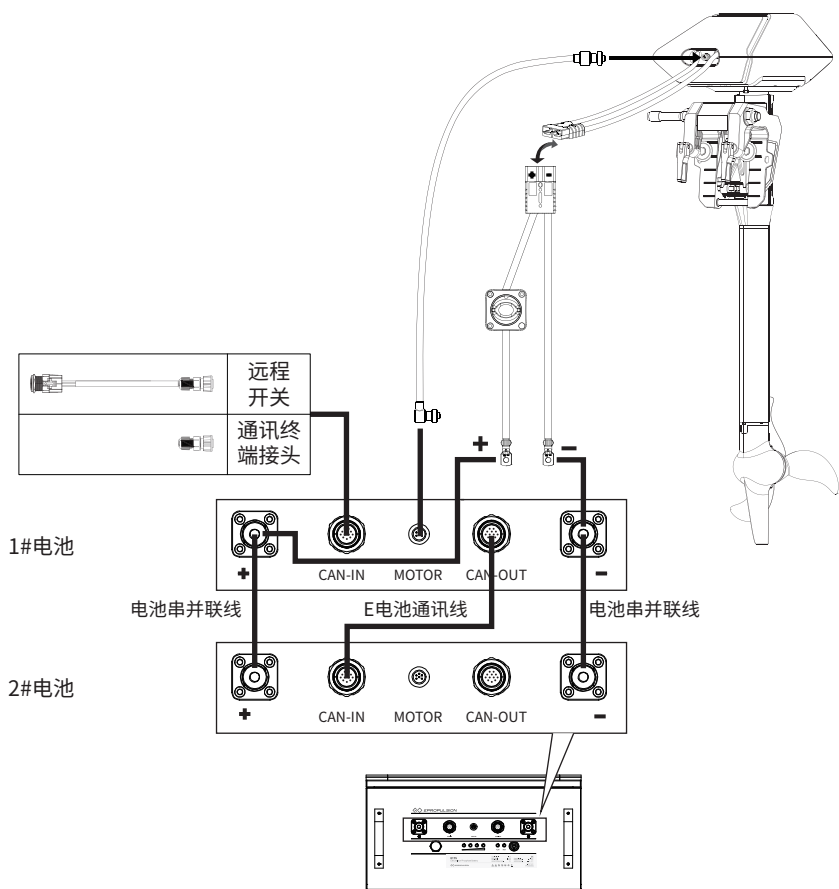

图2-6
**⚠️** 并联电池与逸动科技船外机连接时，需要通过通讯线将船外机与1#电池（参考图2-6）连接。并且船外机只能与1#电池连接。